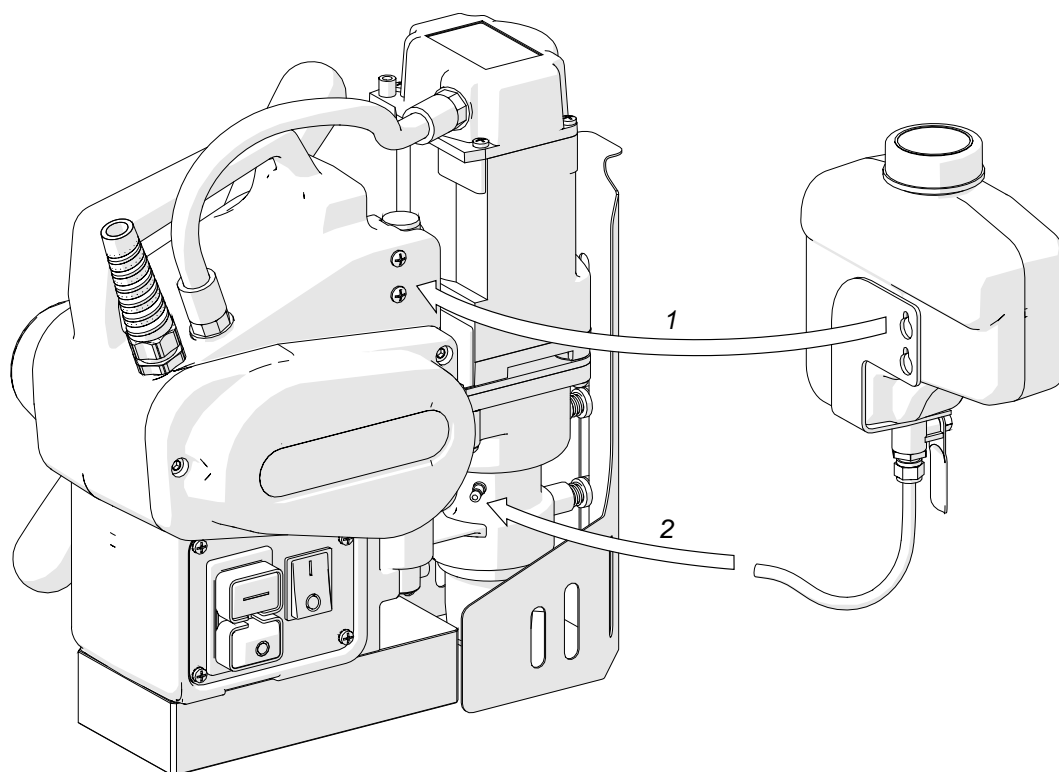

Рис.6 Установка баллона охлаждающей жидкости
Установить баллон охлаждающей жидкости на винтах (1, рис. 6), конец трубки подключить к штуцеру (2). Снятие производить в обратной последовательности.